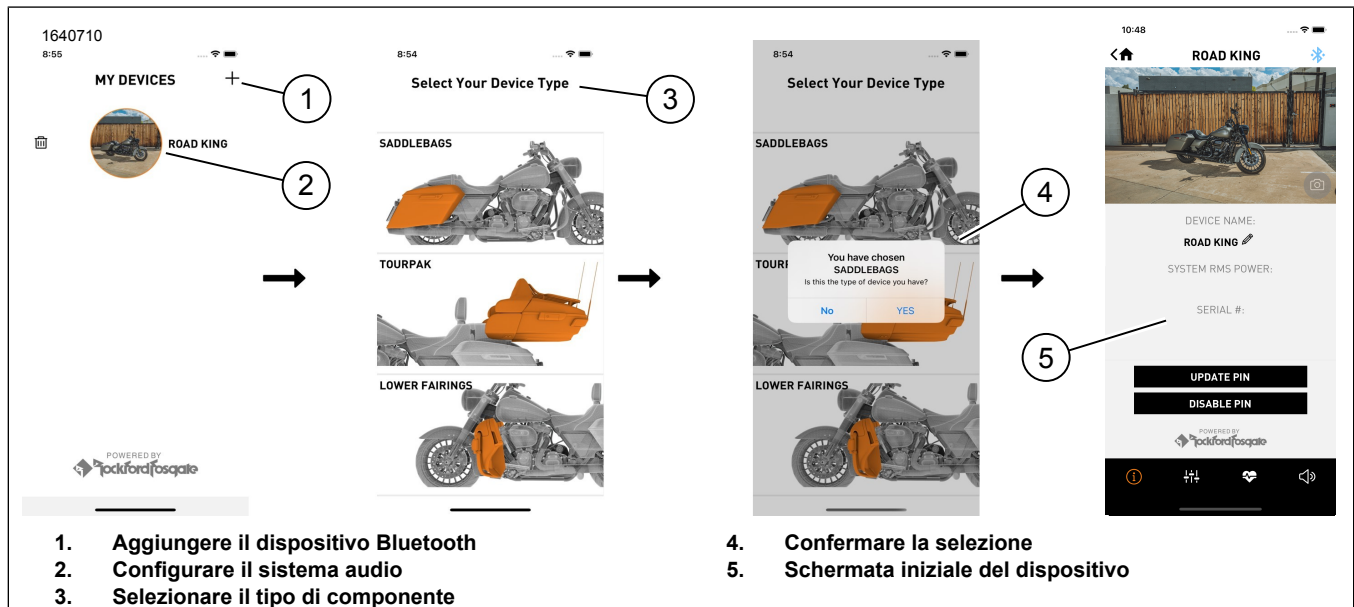
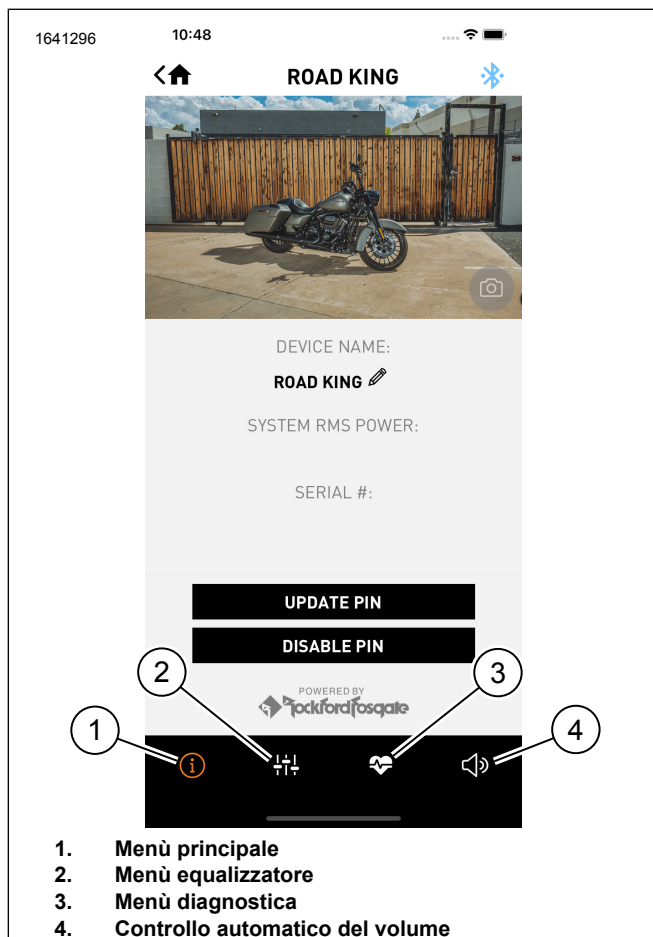
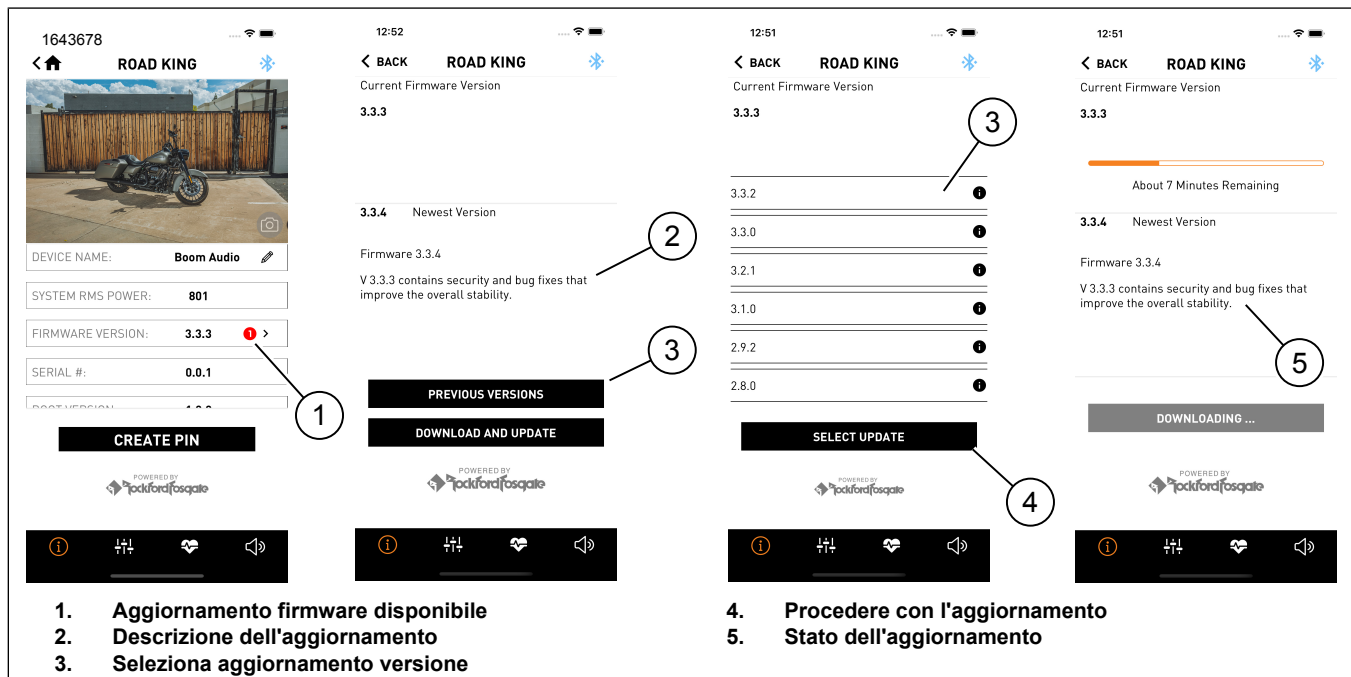

Figura 17. Processo di installazione
Figura 18. Barra dei menu
Figura 19.
1. Vedere la figura 17. Accesso all'impianto audio.
- a. Associare il dispositivo (1) al sistema.
- b. Accedere ai menu dell'app (2) per configurare l'impianto audio del veicolo.
2. Selezionare la configurazione (3) dove sono stati installati gli altoparlanti sul veicolo.
3. Confermare la selezione (4).
4. Al termine della configurazione, verrà visualizzata la schermata iniziale del dispositivo (5).
5. Vedere la figura 18. Premere le icone della barra dei menu per:
- a. Menù principale (1)
b. Menù equalizzatore (2)
c. Menù diagnostica (3)
1. Vedere la figura 19. Il cerchio rosso indica che è disponibile un aggiornamento del firmware (1).
2. Breve descrizione dell'aggiornamento (2).
- b. Premere versione precedente (3) se si desidera tale versione.
3. Selezionare un aggiornamento della versione (3) e procedere con l'aggiornamento (4).
- a. Vedere la figura 18. Premendo l'icona Menu principale (1) verranno fornite ulteriori informazioni sull'aggiornamento.
4. La schermata mostra lo stato dell'aggiornamento (5) applicato all'amplificatore.